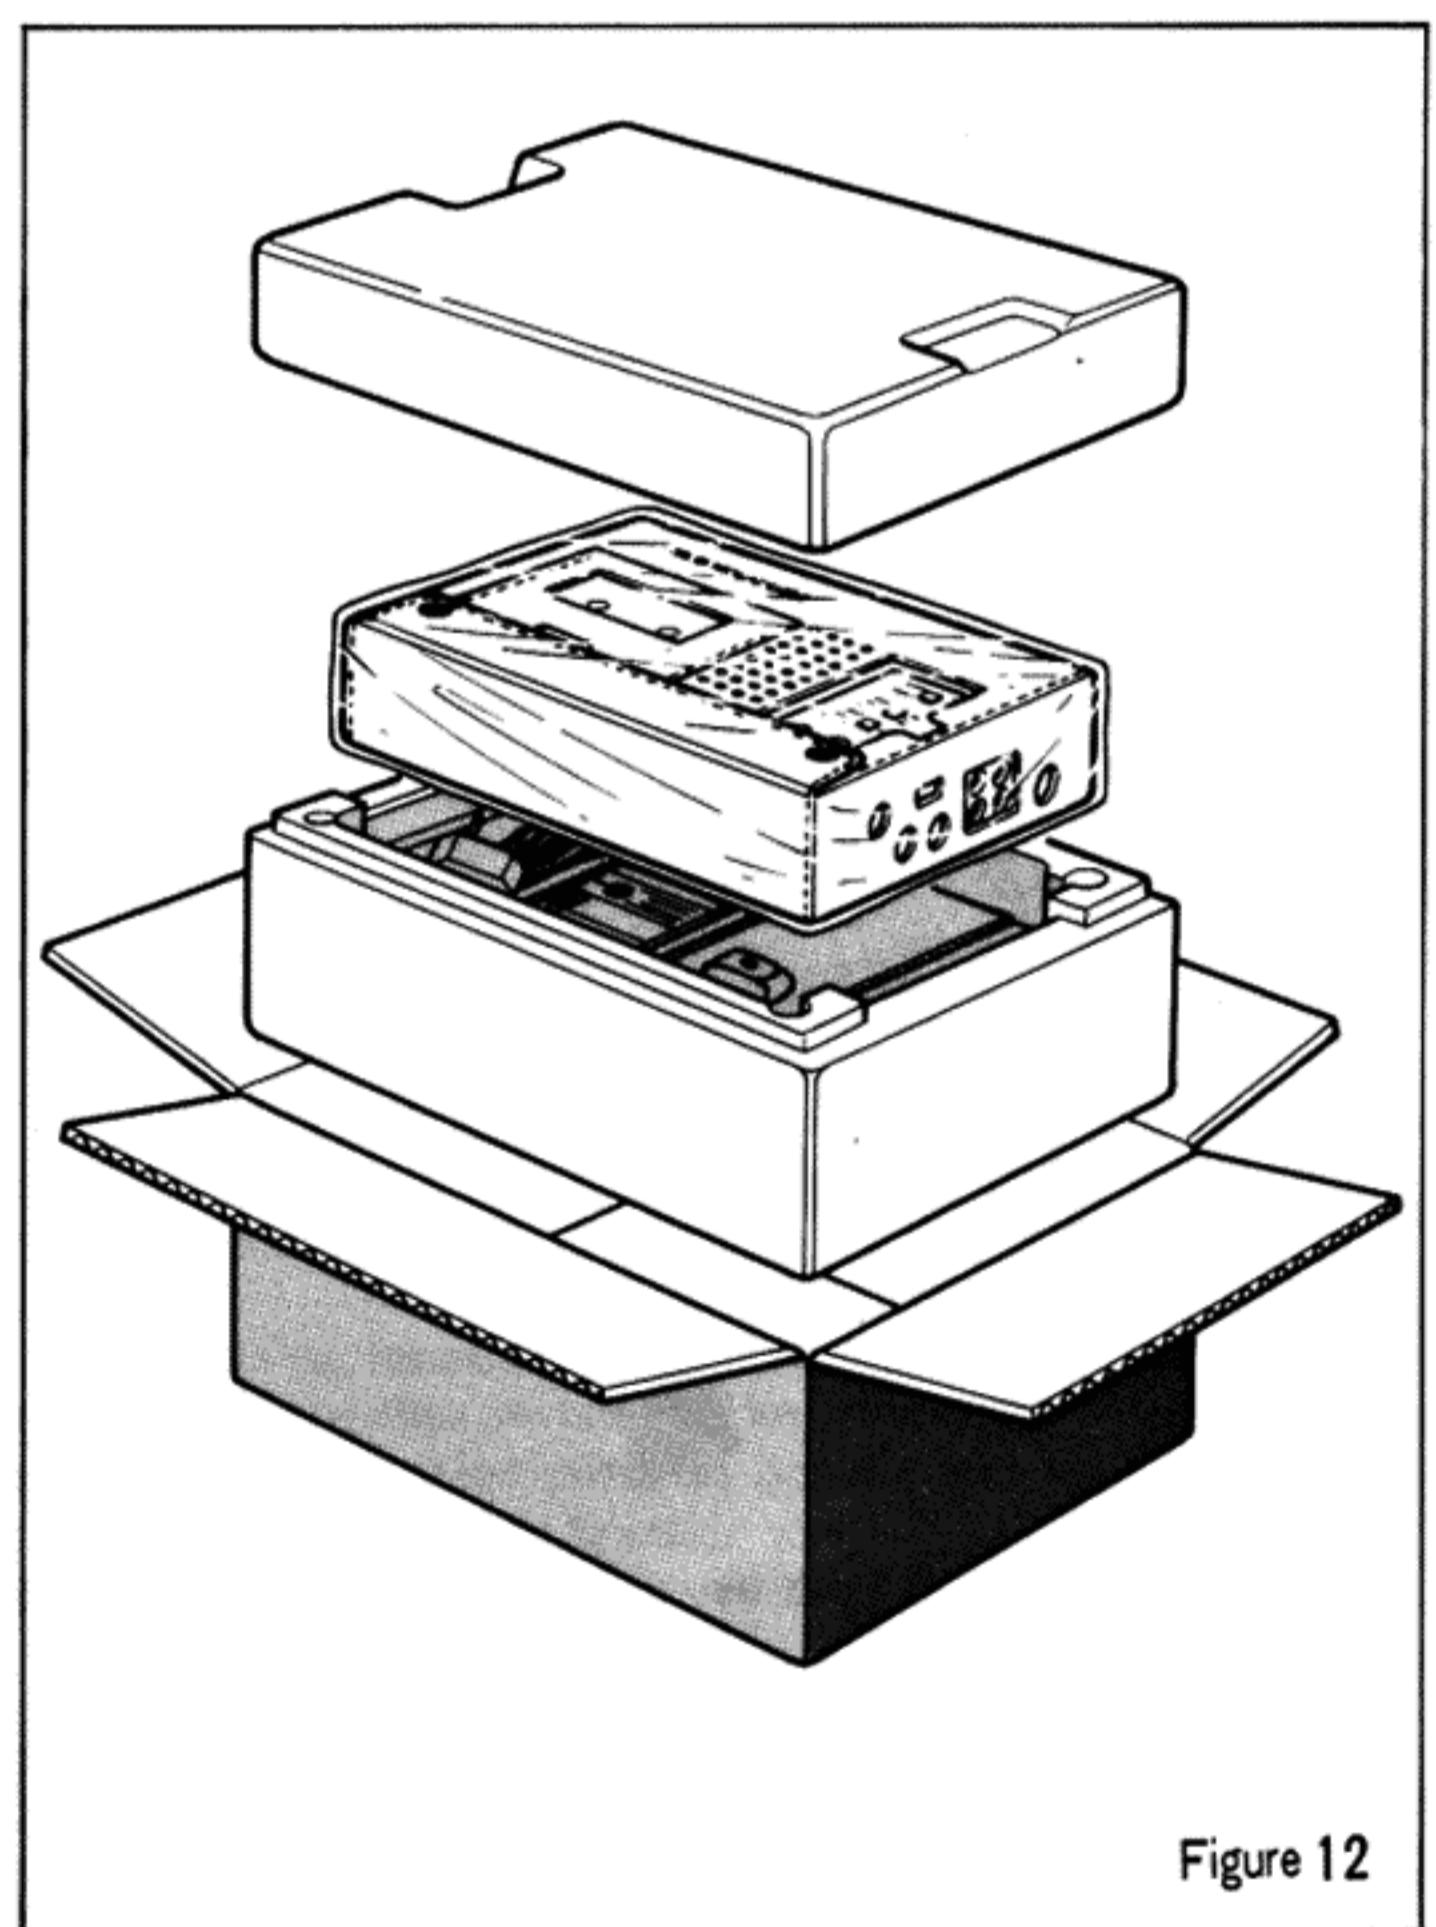

Figure 12
- a. Emballez l'appareil très soigneusement en utilisant l'emballage d'origine (voir figure 12 de la page 20).